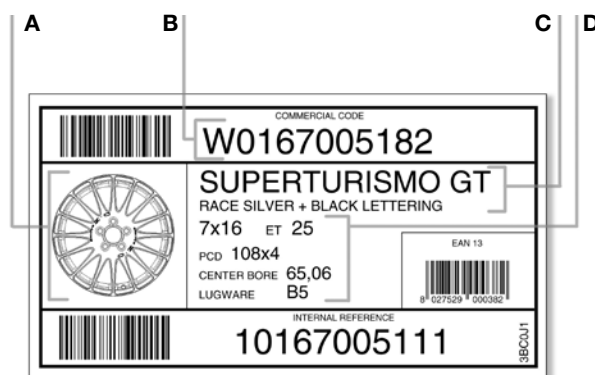

fig. 1 - Identification
- le produit reçu correspond à la commande, en contrôlant l'autocollant situé à l'extérieur de l'emballage (fig. 1)